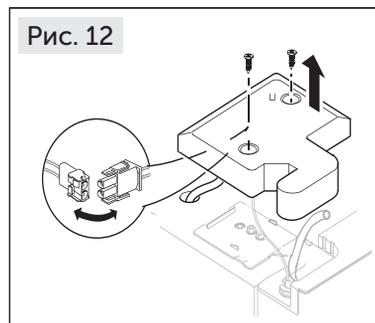

Рис. 12
2. Открутите винт накладки на петлю и снимите накладку (Рис. 12). При снятии дверцы морозильной камеры отсоедините все провода, за исключением провода заземления.